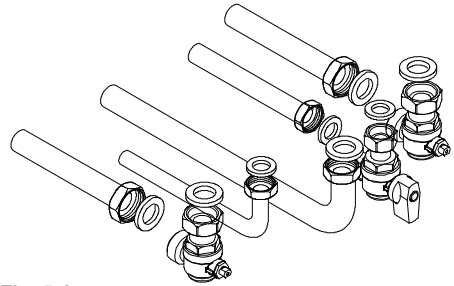

Fig. 5.4
- Proceder al empalme de las tuberías utilizando las juntas originales suministradas con los grifos. Se recomienda apretar bien los empalmes hidráulicos y de gas Fig. 5.4.